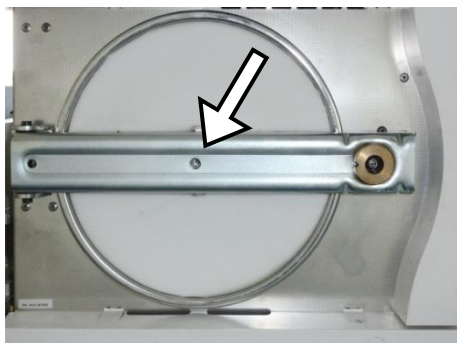

Рис. 4: Дверная панель демонтирована, вид спереди
- Установите зазор поворачивая уплотнение круглого сечения или поворачивая центровочный упорный винт (винт с 6 мм шестигранным шлицем), а после – затяните винт (Рис. 4).